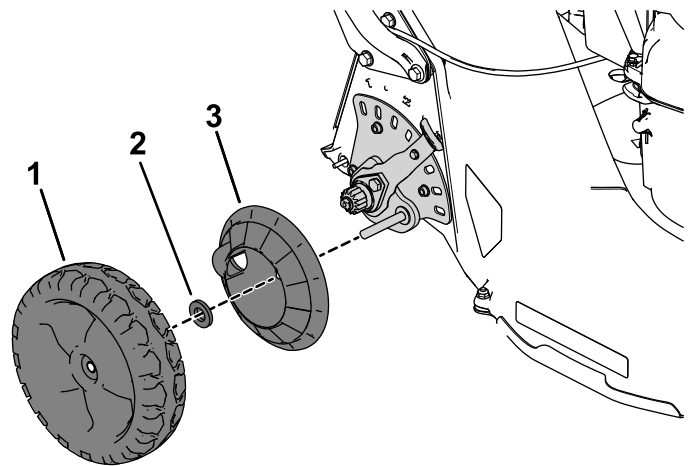

Figura 3
- 2. Retire la rueda, el espaciador y la tapa (Figura 3).
5. Instale la tapa, el espaciador que retiró anteriormente, y la rueda (Figura 3).